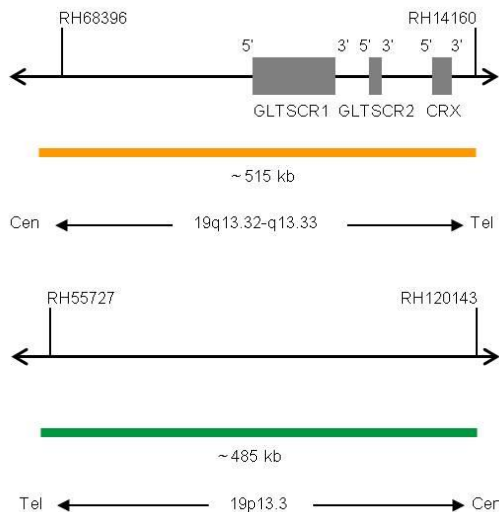

Fig. 2 : En haut : Carte de la sonde SPEC 19q13 ; En bas : Carte de la sonde SPEC 19p13 (pas à l'échelle)
- Polynucléotides marqués au ZyOrange (excitation 547 nm/émission 572 nm) (~4,5 ng/μl), qui ciblent des séquences en 19q13.32-q13.33\* (chr19:47,857,776-48,374,564) (voir figure 2).
- Polynucléotides marqués au ZyGreen (excitation 503 nm/émission 528 nm) (~10,0 ng/μl), qui ciblent une séquence en 19p13.3\* (chr19:658,555-1,144,465) (voir figure 2).